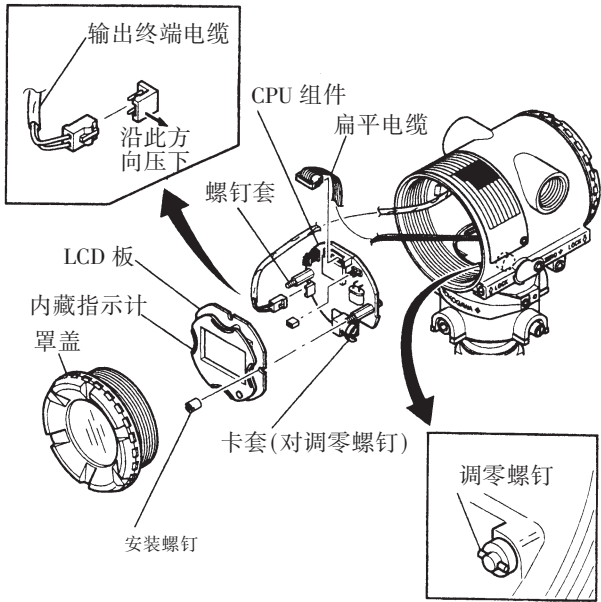

图 9.4.1 LCD 板与 CPU 组件的拆卸与安装
本节讲解内藏指示计替换方法，(见图 9.4.1)
■本节介绍 CPU 组件替换步骤(见图 9.4.1)替换时请采取防静电措施。
- ①旋出罩盖。
- ②调节调零螺钉，直至螺钉头的槽孔位于垂直位置,如图 9.4.1 所示
- ③拔出输出终端电缆(尾端接棕色端子)。操作时，轻轻按住 CPU 组件上的插座,拔出电缆,使其脱离。
- ④用套筒螺丝刀(对边长 5.5mm)松开两颗螺钉套。
- ⑤沿直线取出 CPU 组件。
- ⑥拨下连接 CPU 组件与膜盒的扁平电缆,(尾端接黑色端子)。